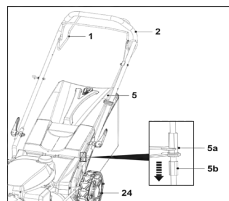

Fig. 32
Dacă roțile din spate (24) nu se rotesc când se acționează maneta de autopropulsie (1), poate fi necesară ajustarea cablului de autopropulsie (5) (Fig. 32).